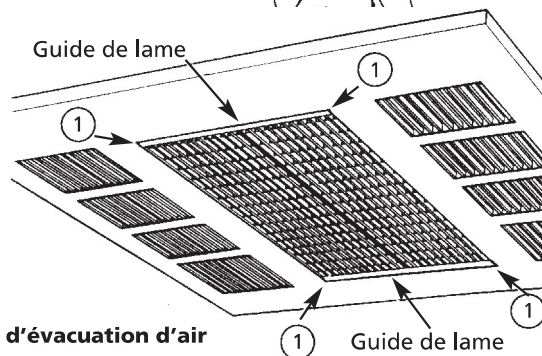

Figure 12 – Installation des grilles d'évacuation d'air
**⚠ AVERTISSEMENT** *Pour éviter que les guides de grille d'évacuation ne tombent, ils doivent être ajustés (verrouillés) en position, comme indiqué à la Figure 12.*